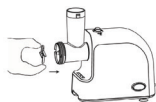

Рис. 4
- Установите крестообразный нож (9) (рис. 4).